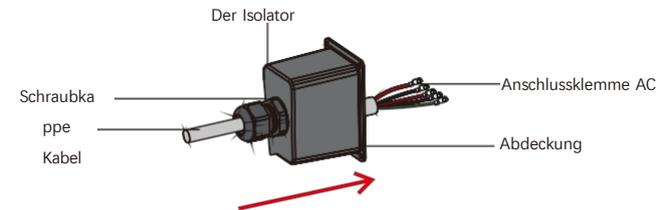

Abbildung 4.3-4 Das AC-Kabel wird durch die Klemmenabdeckung geführt
**Schritt 2.** Führen Sie das Netzkabel mit Hilfe der Klemmen in der Zubehörbox durch die Klemmenabdeckung, siehe Abbildung 4.3-4.